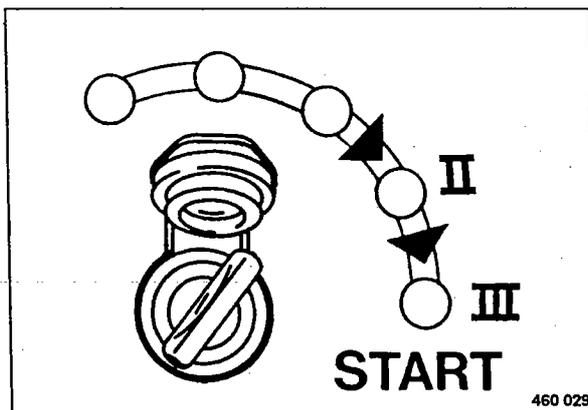

Fig. 40
- Seguir de girar la llave de encendido (Fig. 40) a posición "III" pasando por posición "II", el motor arranca.